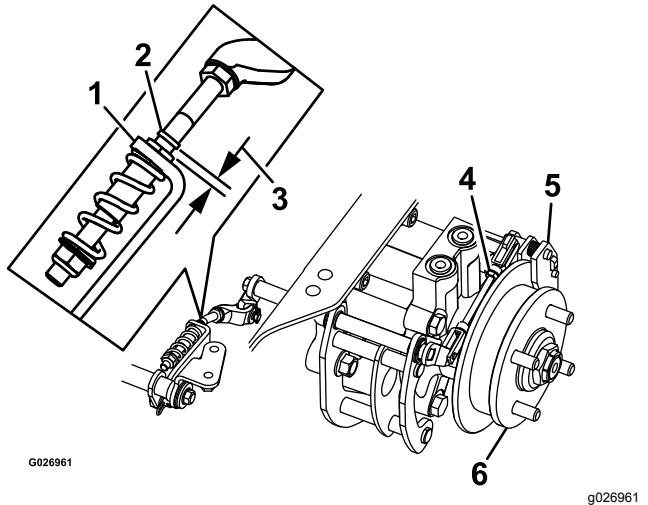

Bild 70
8. Prüfen Sie, ob ein sichtbarer Abstand zwischen der L-Halterung und dem Gestängeanschlag besteht (Bild 70).